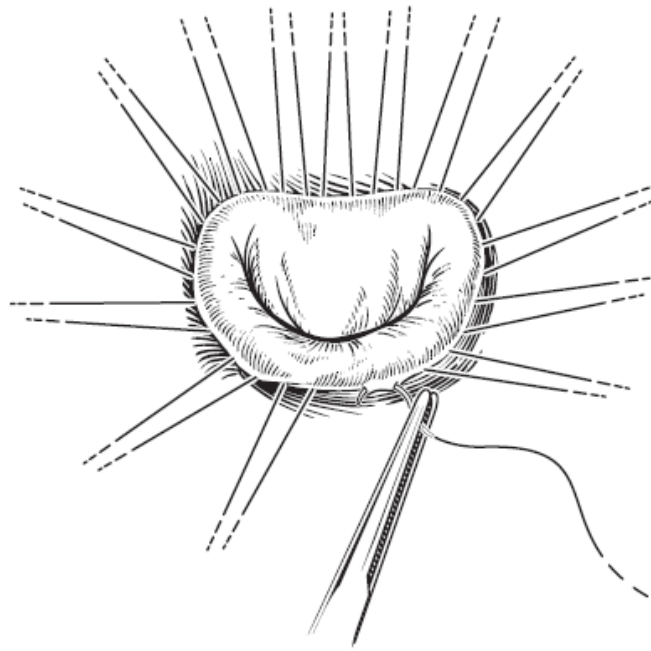

Figura 4
3. Retire la etiqueta de identificación que contiene el número de serie (Figura 4). Anote el número de serie en la historia clínica del paciente. Compruebe que el número de serie coincide con el que consta en el formulario de registro del paciente.
Retire la etiqueta de identificación con el número de serie (Figura 4) y anote este número en la historia clínica del paciente. Compruebe que el número de serie coincide con el que consta en el formulario de registro del paciente.